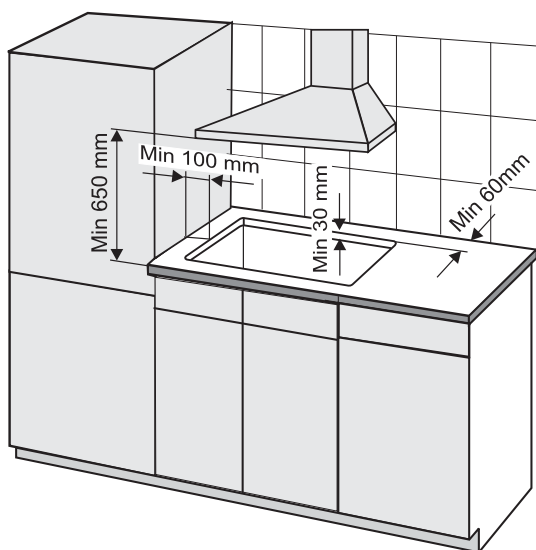

Fig. 2
- La placa se puede instalar en encimeras de un grosor mínimo de 30 mm (fig. 2). Éstas deben ser resistentes al calor.